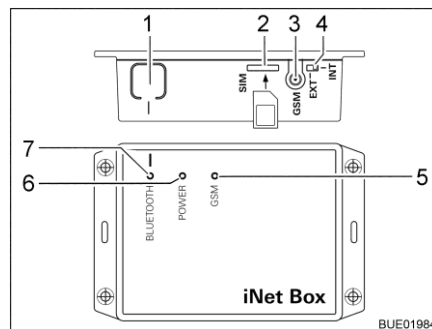

Fig. 251 Truma iNet-Box
- Pulsar la tecla BLUETOOTH (Fig. 251,1) en la iNet-Box por 1 segundo. La Truma iNet-Box estará visible por aprox. 2 minutos en el terminal móvil (nombre: "Truma iNet-Box"). Durante este intervalo, el LED BLUETOOTH azul (Fig. 251,7) estará parpadeando.
- Insertar la tarjeta mini SIM con número de teléfono propio y suficiente crédito cuidadosamente en la ranura (Fig. 251,2) de la Truma iNet-Box del modo mostrado hasta que engatille. El LED GSM rojo (Fig. 251,5) deberá parpadear de manera permanente. Si el LED rojo se apaga después de 20 segundos: Controlar la tarjeta mini SIM.